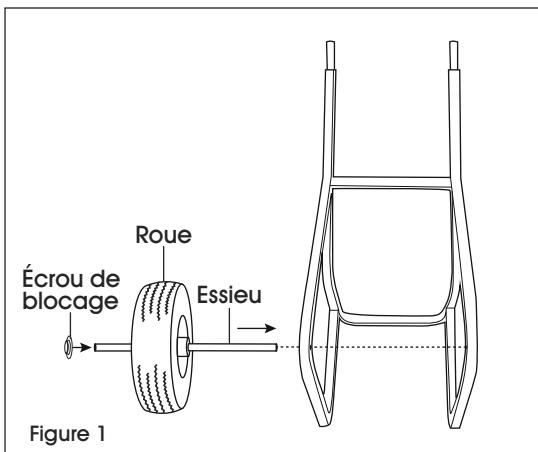

Figure 1
1. Lay hand truck on front so back of frame faces up. (See Figure 1)
2. Place one palnut over one end of the axle. Use a hammer to pound the palnut on the axle until it is secured. (See Figure 1)
3. Slide one wheel onto the axle. Slide the axle through the lower frame of the hand truck. (See Figure 1)
1. Posez le diable sur le devant de sorte que l'arrière du cadre soit orienté vers le haut. (Voir Figure 1)
2. Placez un écrou de blocage sur une extrémité de l'essieu. Utilisez un marteau pour enfoncez l'écrou de blocage sur l'essieu jusqu'à ce qu'il soit bien fixé. (Voir Figure 1)
3. Glissez une roue sur l'essieu. Faites passer l'essieu à travers la partie inférieure du cadre du diable de manutention. (Voir Figure 1)